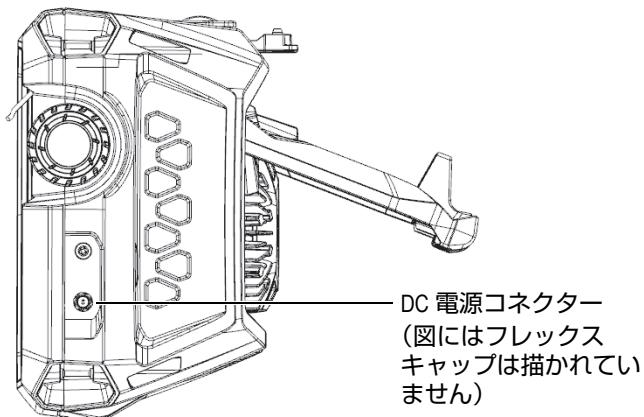

図 3-1 DC 電源コネクター
- OmniScan X3 の本体の右側にある DC 電源コネクターのゴム製のフレックスキャップを取り外します（42 ページの図 3-1）。